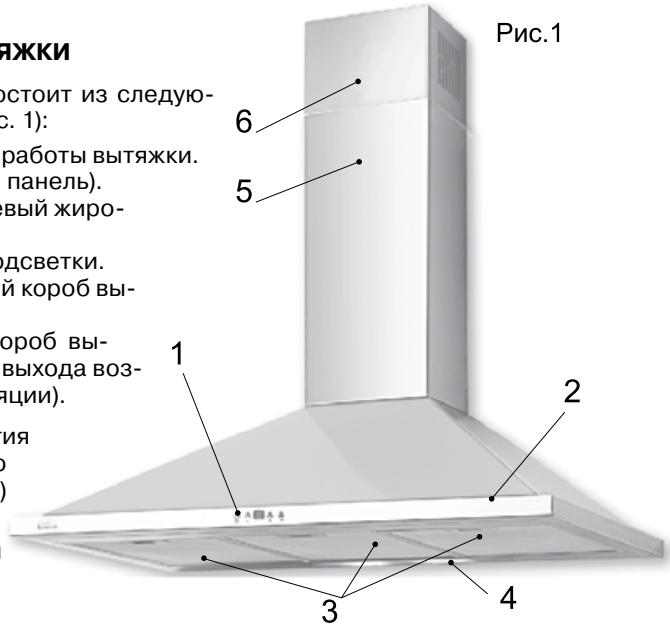

Рис.1
Наружная часть вытяжки состоит из следующих составных частей (см. рис. 1):
С этой целью следует разместить корпус вытяжки (№ 2, рис. 1), не подсоединяя к нему декоративного кожуха (№ 5, рис. 1), таким образом, чтобы тыльная сторона корпуса, которая должна прижиматься к стене, оказалась на столе или на полу, а переключатель режимов работы вытяжки, находящийся на лицевой панели, был бы обращен в сторону проверяющего. Далее вытяжка подключается к электросети и производится ее проверка. Если вытяжка на всех режимах работает исправно, следует приступать к монтажу вытяжки. Если нет, следует обратиться в организацию, в которой Вы приобрели вытяжку или в гарантийную мастерскую.
10. Если вытяжка будет работать в режиме рециркуляции, то необходимо просто установить декоративные кожухи (Рис. 1, поз. 5, поз. 6). Сделайте разметку, для установки планки крепления декоративного кожуха (точки **E**, **F**).